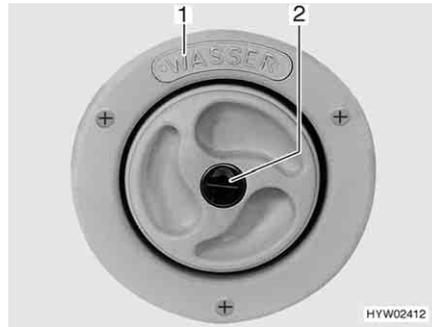
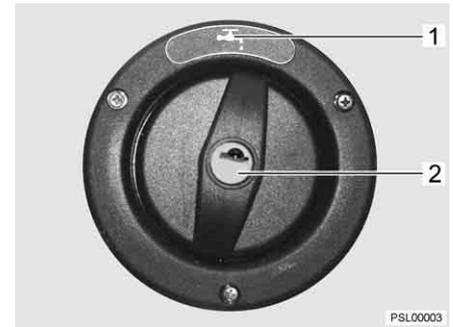

Fig. 37 Tapa de cierre para el tubo de llenado de agua potable
Fig. 38 Tapa de cierre para el tubo de llenado de agua potable (alternativa)
- ▷ El tubo de llenado de agua potable está marcado con el rótulo "WASSER" (agua) (Fig. 37,1) o con el símbolo "☰" (Fig. 38,1).
- Introducir la llave en el cilindro de cierre (Fig. 37,2 ó Fig. 38,2) y girar en sentido contrario a las agujas del reloj.